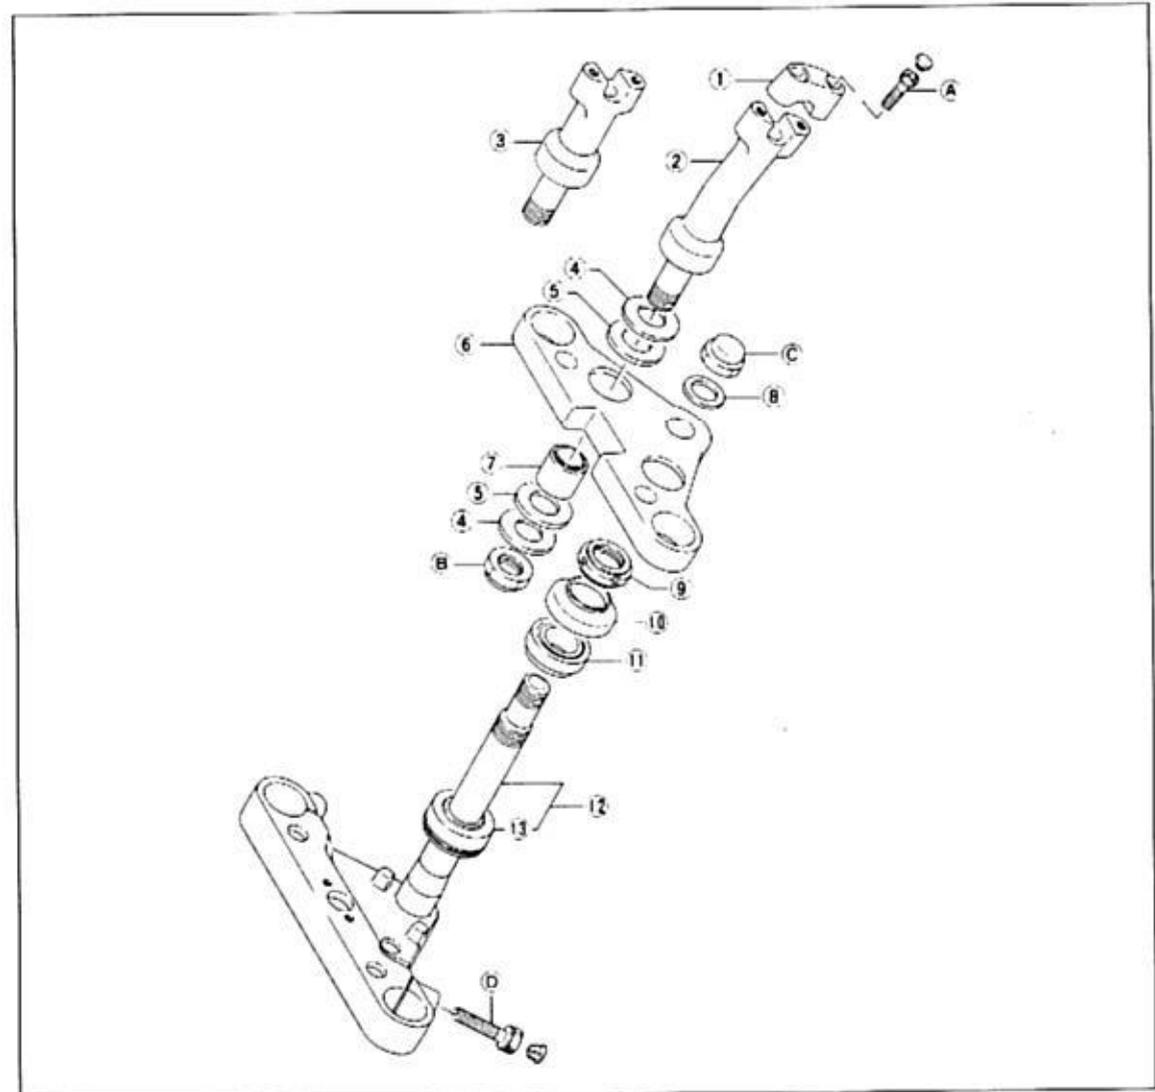

Bild 169
- Untere Gabelbrücke/Lenkerschaftrohr (Bild 169) von unten in Lenkkopf einführen.